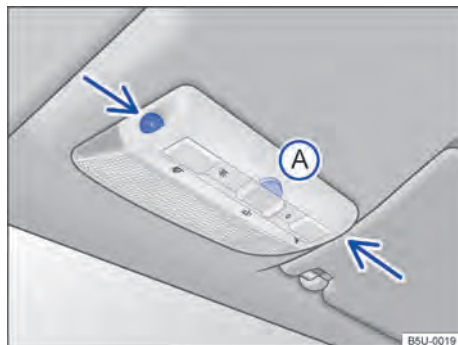

Fig. 48 No console do teto: sensores de monitoramento do interior do veículo e tecla (A) para desligar o monitoramento do interior do veículo.
O monitoramento do interior do veículo dispara o alarme com o veículo travado, se reconhecer movimentos no interior do veículo. O sensor e o receptor estão localizados no conjunto da lanterna de leitura → Fig. 48 (setas).
- Pressionar a tecla → Fig. 48 (A). No painel de instrumentos, a luz de controle  se acende.